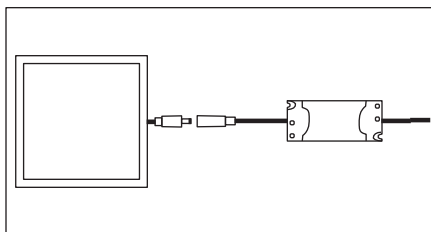

Рисунок 2. Соедините светильник с драйвером
5.2. Драйвер подключается к светильнику через разъем (см. инструкцию по монтажу рисунок 2).